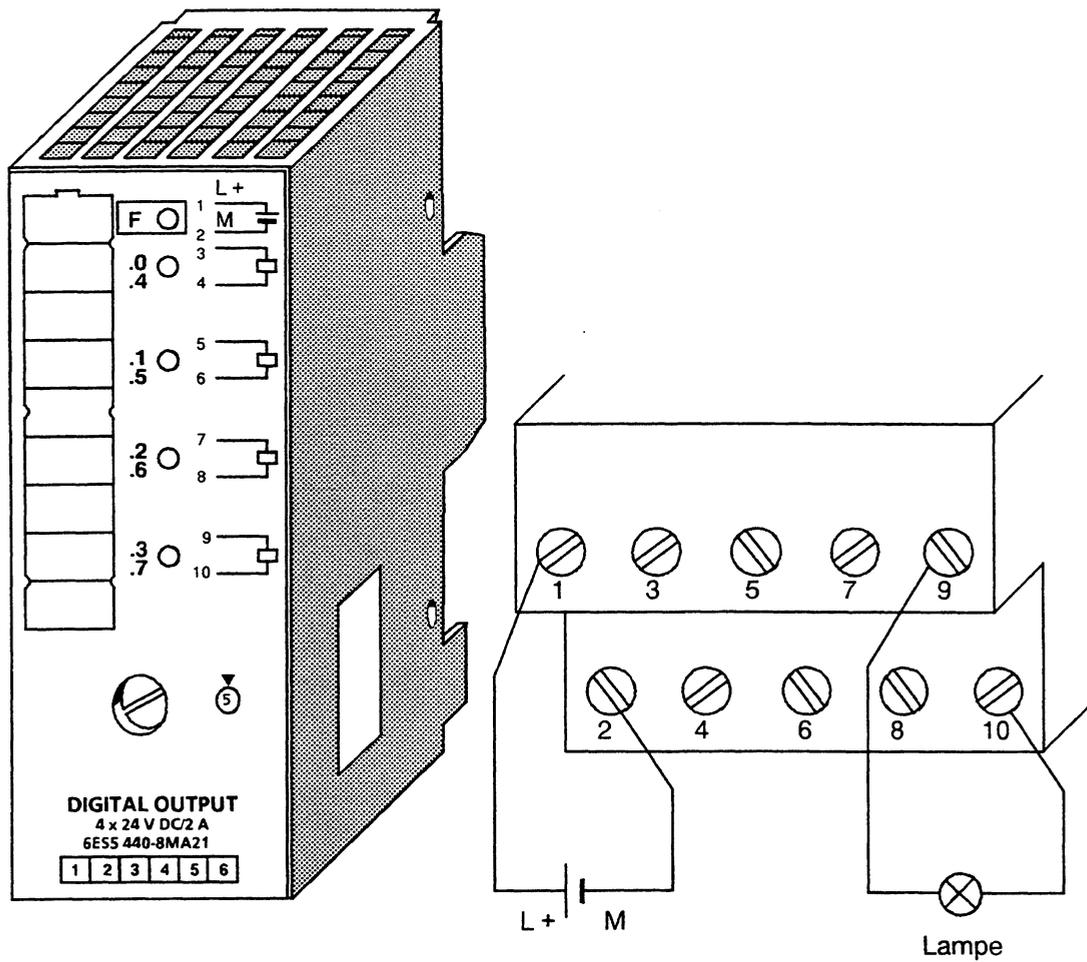

Fig. 3.13 Raccordement 2 fils d'une lampe à la voie 3
**Exemple :** Une lampe doit être raccordée à la voie 3 du module de sorties enfiché sur l'emplacement 1 (adresse A 1.3) (cf. figure 3.13).